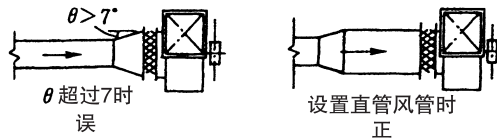

图 1.11 风机吸入口风管的良否
(7)风机的吸入口风管呈 7° 以上的倾斜角时，如图 1.11 要设置直管风管。